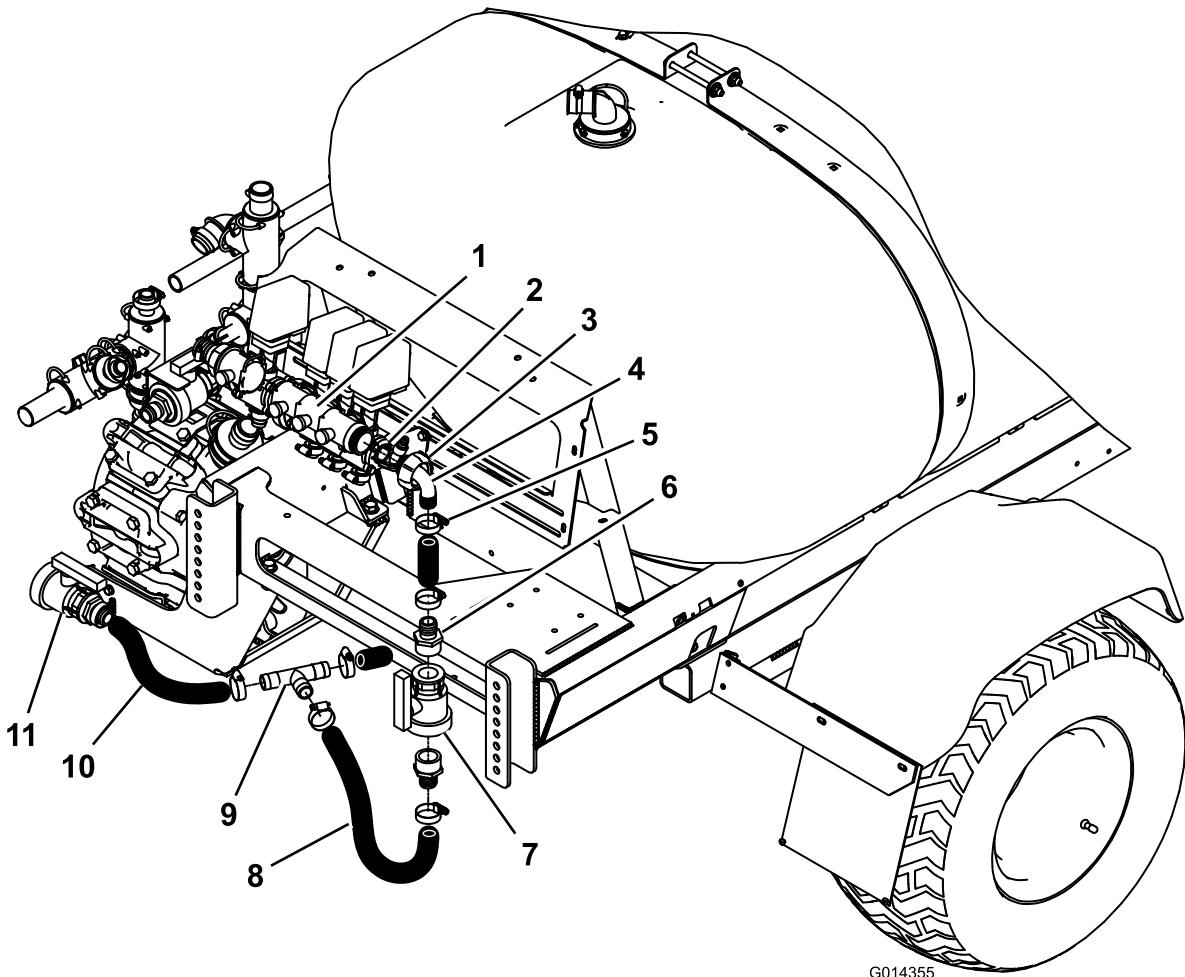

Figura 3
- Montate l'O-ring sulla testa flangiata del gomito a 90° e inserite il gomito nella parte destra del gruppo della valvola di bilanciamento (Figura 3).
6. Posizionate il tubo di spуро sotto la macchina e tagliate lo a circa 61 cm dalla valvola di spуро (Figura 3).
7. Inserite una fascetta stringitubo attorno a ciascuna delle estremità del tubo e installate un raccordo portagomma a T tra le due estremità (Figura 3).
9. Tagliate il flessibile di bypass dell'agitatore (Figura 3) a 5 o 7,5 cm dal raccordo a gomito.
10. Installate il flessibile di bypass dell'agitatore dal raccordo a T fino al gomito (Figura 3).
12. Montate la valvola a sfera, i due raccordi portagomma diritti e le due fascette stringitubo come mostrato in Figura 3.
13. Assicurate la valvola a sfera e i due raccordi portagomma diritti con le due fascette stringitubo (Figura 3).